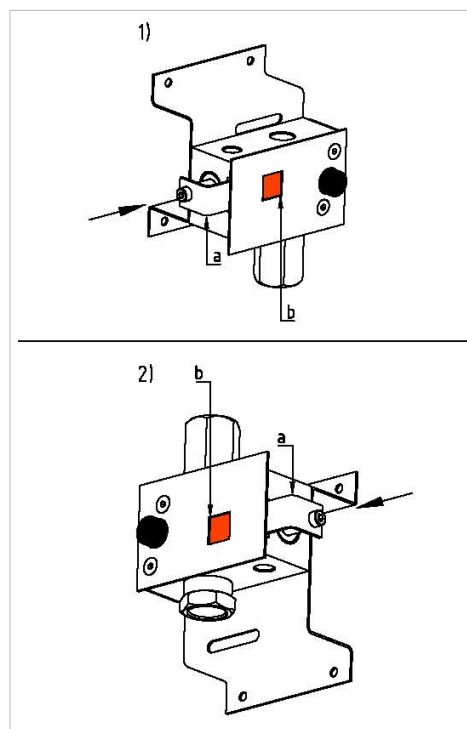

Abbildung 6: Stellung Sichtanzeige RTC
6. Stellung der Sichtanzeige prüfen. Sichtanzeige muss auf „grün“ sein, ansonsten Sichtanzeigewinkel zum Ventil drücken bis Sichtanzeige auf „grün“ ist (siehe Abbildung 6)!
! Sobald die Sichtanzeige nicht auf „grün“ steht, oder der Schieber beim RTC-ZU-Ventil ausgefahren ist (Abbildung 6), ist möglicherweise CO_2 im System, alle angeschlossenen Bauteile der Anlage können unter hohem Druck stehen. Die CO_2 -Flasche ist wie im Punkt *Wiederinbetriebnahme/Rücksetzung* beschrieben zu entfernen.